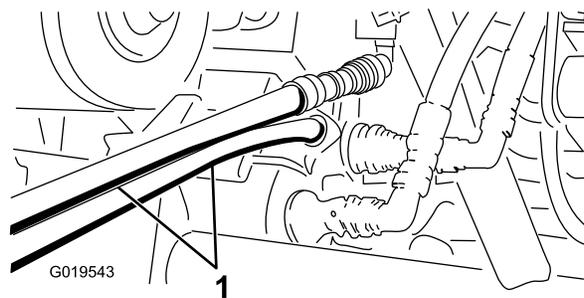

Рисунок 77
5. На другом автомобиле подсоедините два шланга к муфтам, находящимся в кронштейнах (верхний шланг подсоедините к верхней муфте, а нижний шланг — к нижней муфте) (Рисунок 77).